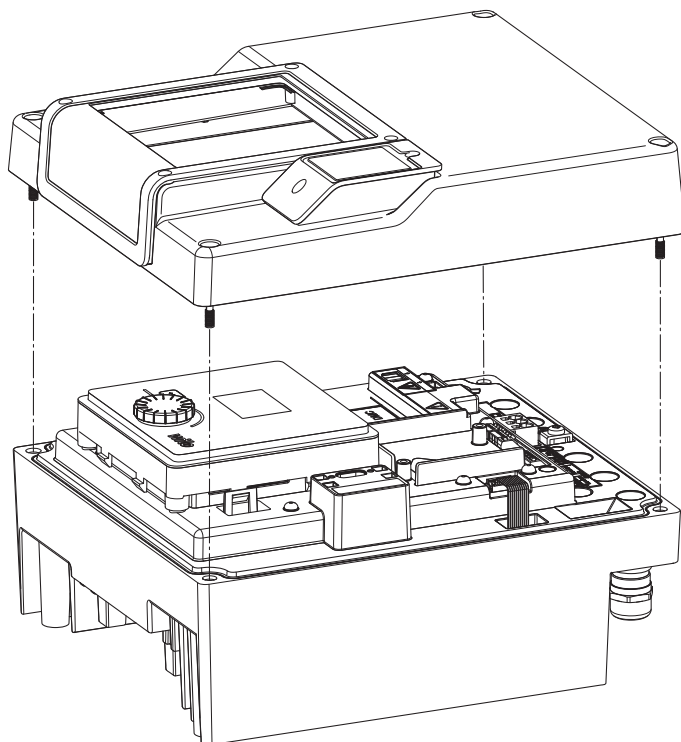

Fig. 47: Otworzyć pokrywę modułu elektronicznego
- Otworzyć pokrywę modułu elektronicznego. (Fig. 47).